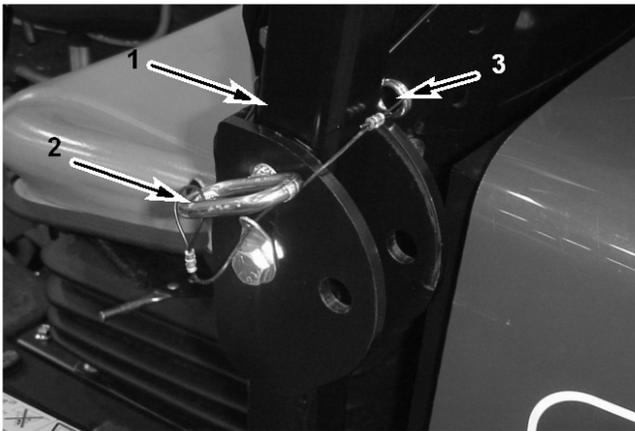

Figura 11
1. Remova os contrapinos e os dois pinos da barra de segurança (Figura 11).
2. Levante a barra de segurança na vertical, instale os dois pinos e fixe-os com os contrapinos (Figura 11).